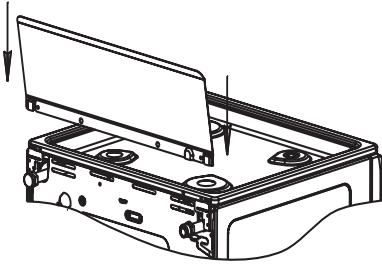

рис. 1
■ Модели плит, не имеющие крышку стола, комплектуются щитком, который закрепляется перед установкой плиты (рис.1).